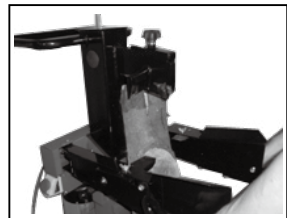

Fig.9
- Tout en serrant la pièce de bois, appuyez vers le bas simultanément sur les deux leviers pour commander hydrauliquement la descente du coin aiguisé comme sur la fig.9.